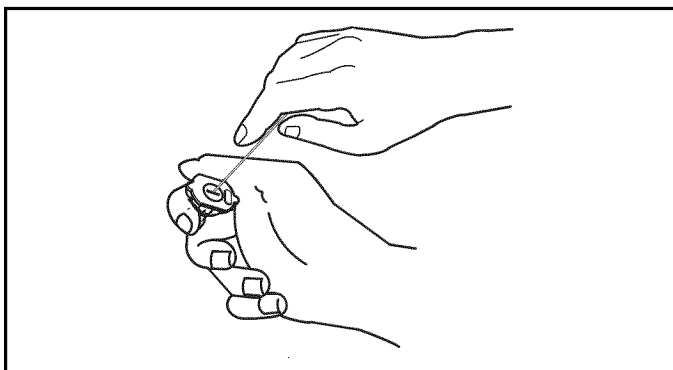

Figure 6-3. Retrait des corps étrangers
4. Utilisez un petit trombone pour retirer tout corps étranger engorgeant ou restreignant la buse (Figure 6-3).